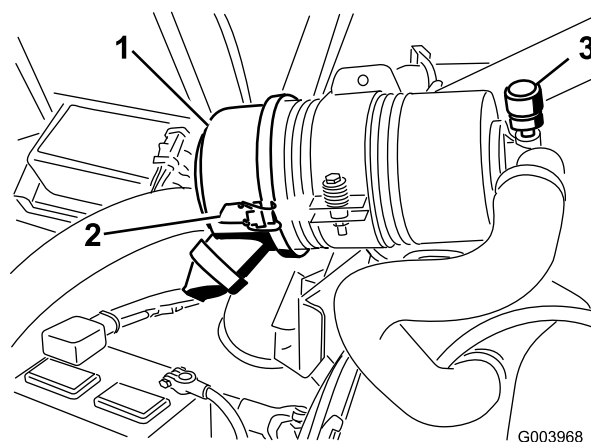

Figura 59
Revise el filtro del limpiador de aire únicamente cuando el indicador de mantenimiento (Figura 59) lo requiera. El cambiar el filtro antes de que sea necesario sólo aumenta la posibilidad de que entre suciedad en el motor al retirar el filtro.
1. Abra los enganches que fijan la tapa del limpiador de aire a la carcasa del limpiador de aire (Figura 59).